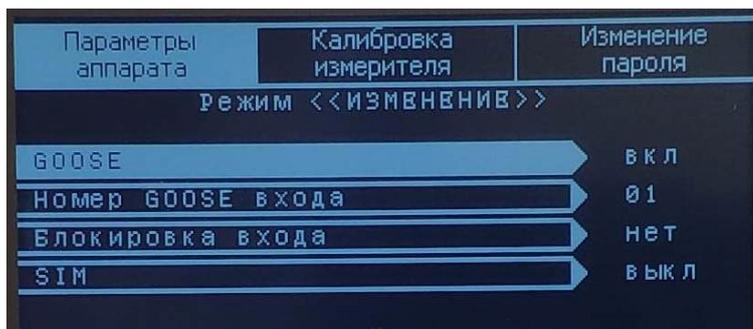

Рисунок 18 – Параметры GOOSE
**2.1.12. «Конфигурация GOOSE»** - подраздел предназначен для конфигурирования параметров GOOSE (см. рисунок 18).